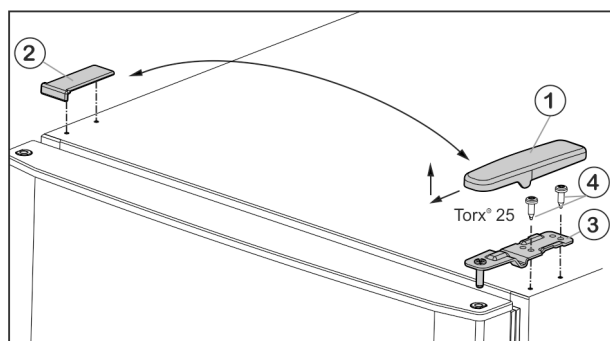

Fig. 5
- ▶ Afdekking Fig. 5 (1) naar voren en boven wegtrekken.
- ▶ Afdekking Fig. 5 (2) eraf nemen.
- ▶ Bovenste lagerbus Fig. 5 (3) losschroeven (2 maal Torx® 25) Fig. 5 (4) en naar boven eraf trekken.
- ▶ Plaats de bovenste lagerbus Fig. 5 (3) aan de nieuwe scharnierkant in de deur.
- ▶ Bovenste lagerbok **vastschroeven (met 4 Nm)** (2 keer Torx® 25) Fig. 5 (4). Eventueel een accuboormachine gebruiken.
- ▶ Afdekking Fig. 5 (1) aan de andere kant buiten plaatsen en vastklikken.
- ▶ Afdekking Fig. 5 (2) steeds aan de andere kant van bovenaf plaatsen en vastklikken.